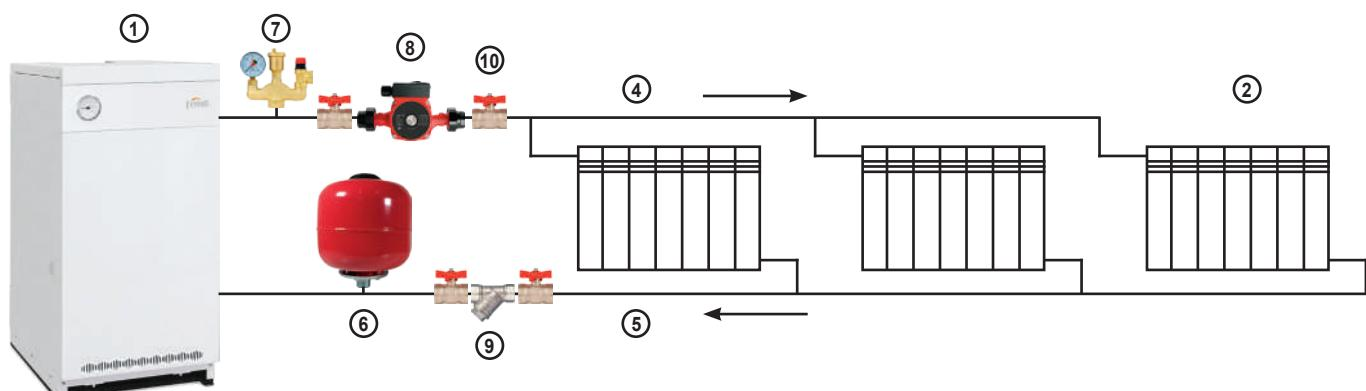

Рис. 8. Закрытая система отопления
5.9 При использовании закрытой системы отопления (см. рис. 8) необходимо предусмотреть установку предохранительного сбросного клапана на давление не более 3 кгс/см2 и манометр для контроля давления теплоносителя.